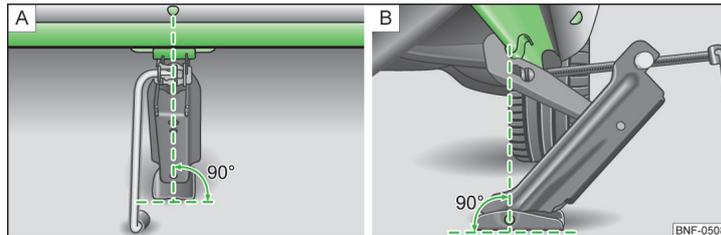

Fig. 114 **Application du cric**
- Posez l'embase du cric sur toute sa surface sur un sol plan et assurez-vous que le cric s'applique perpendiculairement à l'emplacement du point de prise » fig. 114 - [A].
- Faites monter le cric jusqu'à ce que sa griffe entoure la nervure » fig. 114 - [B].